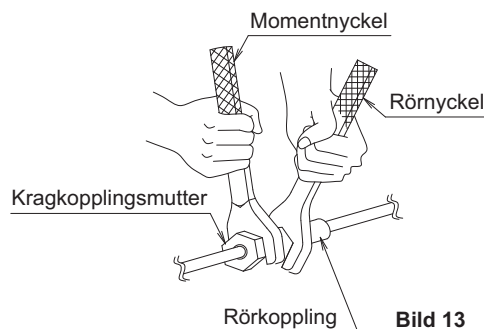

Bild 13
- När du ansluter rör till enheten ska du använda en skruvnyckel och en momentnyckel enligt bild 13. Dimensioner för kragdelen och åtdragningsmomentet finns i tabell 1.